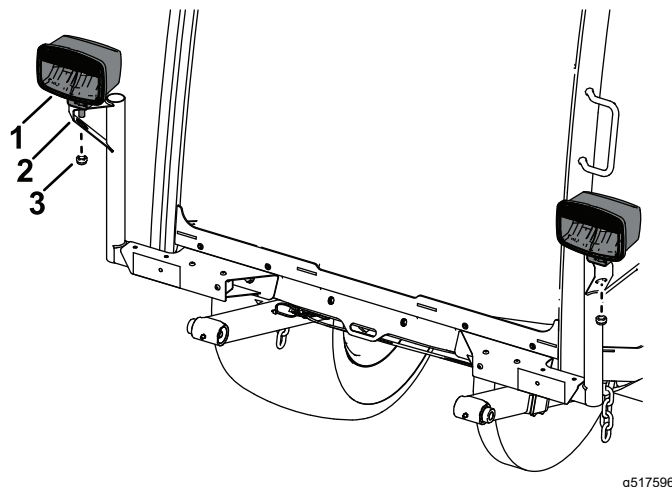

Bild 16
3. Befestigen Sie die linke und rechte Scheinwerferbaugruppe mit der an den Scheinwerferbaugruppen angebrachten Sechskantmutter an der linken und rechten Scheinwerferhalterung (Bild 16).